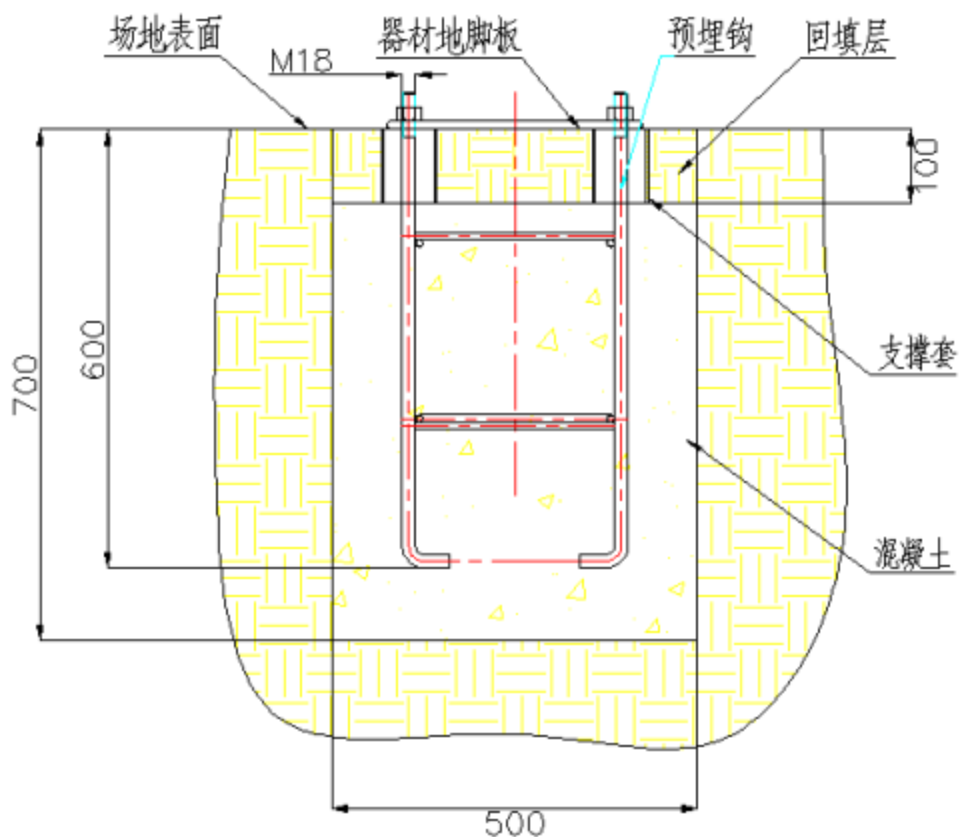

图5
4) 向混凝土地基坑中浇注混凝土，浇注至距场地表面100mm处（如图5）。